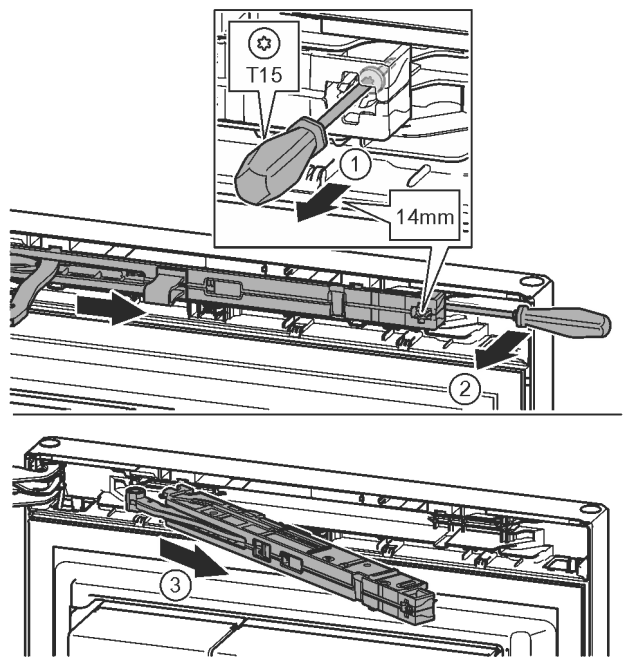

Fig. 15
- Schroef op de sluitdempeleenheid met schroevendraaier T15 ca. 14 mm losdraaien. *Fig. 15 (1)*
- Een schroevendraaier aan de kant van de handgreep achter de sluitdempeleenheid plaatsen en naar voren draaien. *Fig. 15 (2)*
- Sluitdempeleenheid eruit trekken. *Fig. 15 (3)*